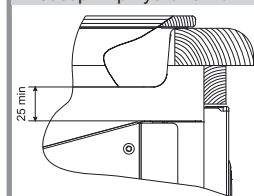

рис. 2
■ При совместной установке варочной панели и жарочного электрошкафа необходимо учитывать выступание корпуса варочной панели из нижней части столешницы и верхней части корпуса жарочного электрошкафа. Соприкасание не допускается. Рекомендуемый воздушный зазор не менее 25мм (рис. 2).